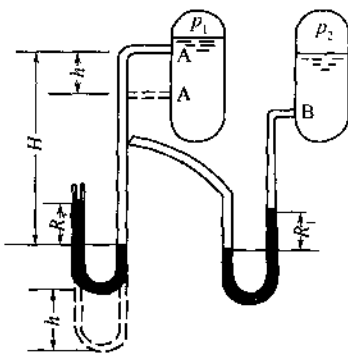
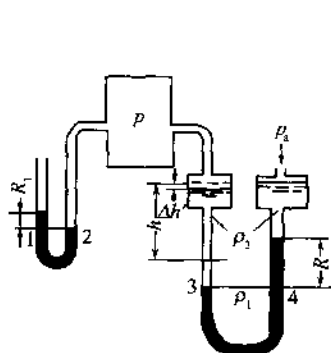

图 1-4
图 1-5
26. 如图 1-4 所示,两容器内盛同一密度液体。当 U 形管接于 A、B 两点时,读数各为 R_1 和 R_2 。现将测压点 A 和压强计一起下移 h ,则 R_1 和 R_2 的变化为_____。
- ① R_1 增大, R_2 不变 ② R_1 不变, R_2 增大
③ R_1 、 R_2 均不变 ④ R_1 、 R_2 均增大
27. 如图 1-5 所示,在盛有密度为 ρ_0 某气体的容器壁两侧分别接一个 U 形管压强计和双杯式微压计, U 形管压强计内指示液密度为 ρ_1 ,微压计使用 ρ_1 和 ρ_2 ($\rho_1 > \rho_2$) 两种指示液。微压计液杯直径为 D , U 形管直径为 d ,则考虑杯内液面变化时, R 、 R_1